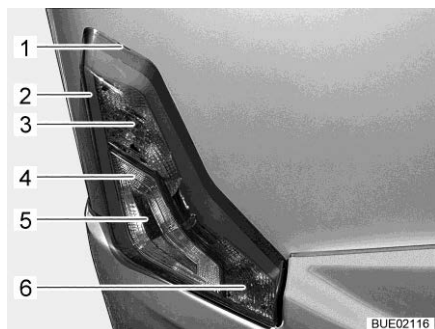

Fig. 163 Luci posteriori
- Infilare l'utensile piatto nell'intaglio (Fig. 163,1) e facendo leva sollevare con cautela l'involucro.